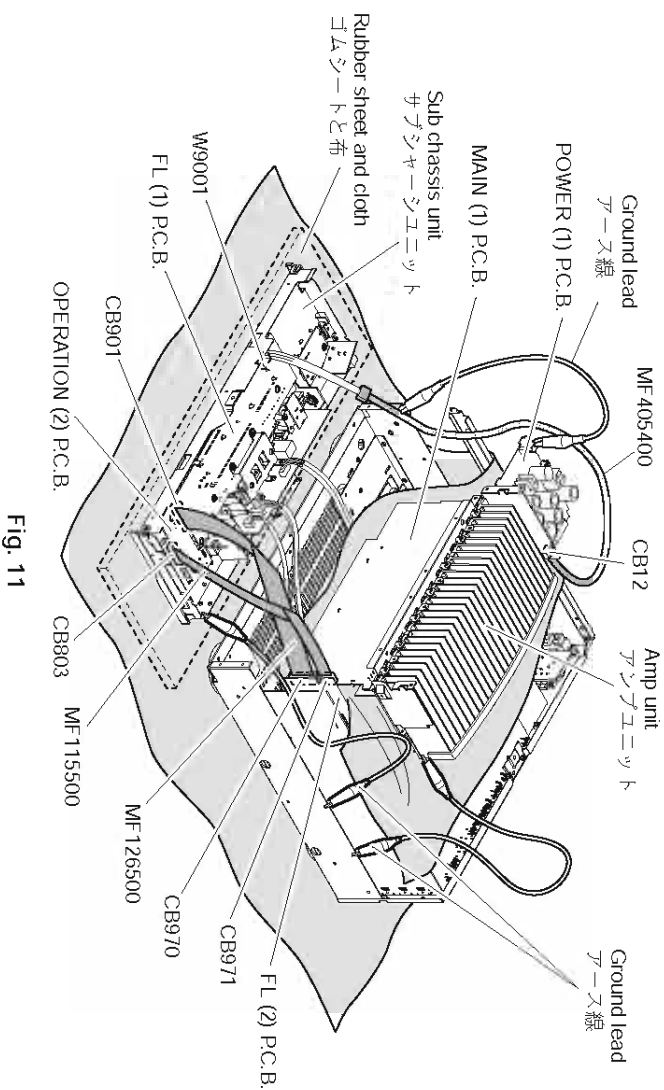

Fig. 11
- Place the sub chassis unit on top of the rubber sheet and cloth. (Fig. 11)
- Put the amp unit together with the heat sink upright and check. (Fig. 11)
- In main unit, the ground of sub chassis unit and amp unit is connected to the main unit. When this sub chassis unit and amp unit are removed from main unit, connect the ground to the main unit, using a ground lead or the like. (Fig. 11)
- サブシャーシユニットをゴムシートと布の上に置きます。(Fig. 11)
- アンプユニットはヒートシンクといっしょに立ててチェックします。(Fig. 11)
- 本機ではサブシャーシユニットおよびアンプユニットのアースが本機に接続されています。サブシャーシユニットおよびアンプユニットを本機より取り外した場合は、リード線等でアースを本機に接続してください。(Fig. 11)